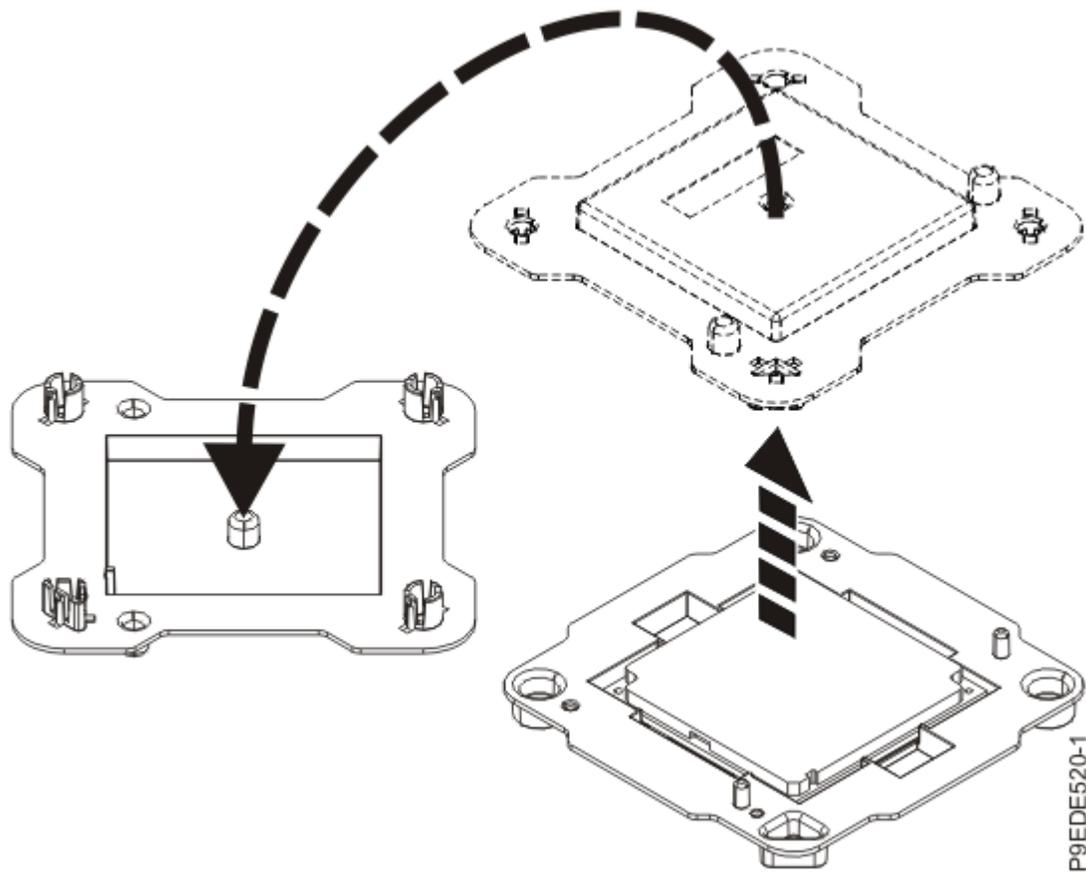

図 11. システム・プロセッサ・モジュールのパッケージを開く
2. 新しいシステム・プロセッサ・モジュールのパッケージを開き、カバーを上下逆にしてトレイの隣に置きます (14 ページの図 11 を参照)。カバーは、再取り付けするシステム・プロセッサ・モジュールに使用されます。